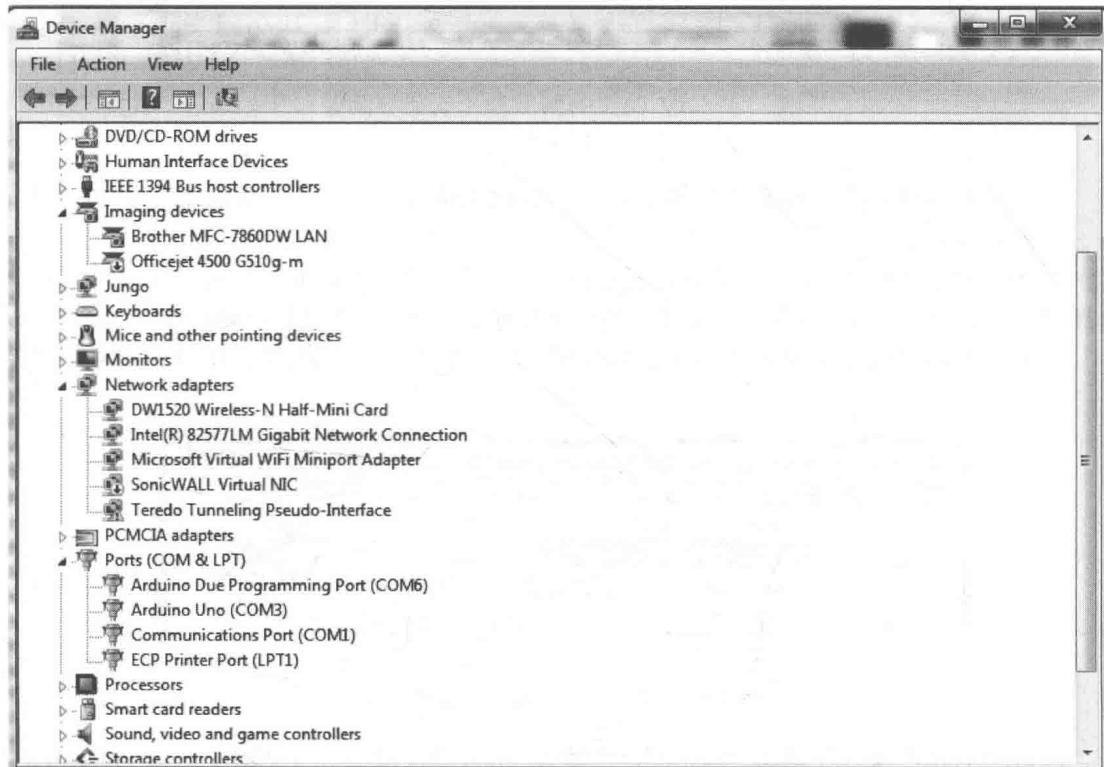
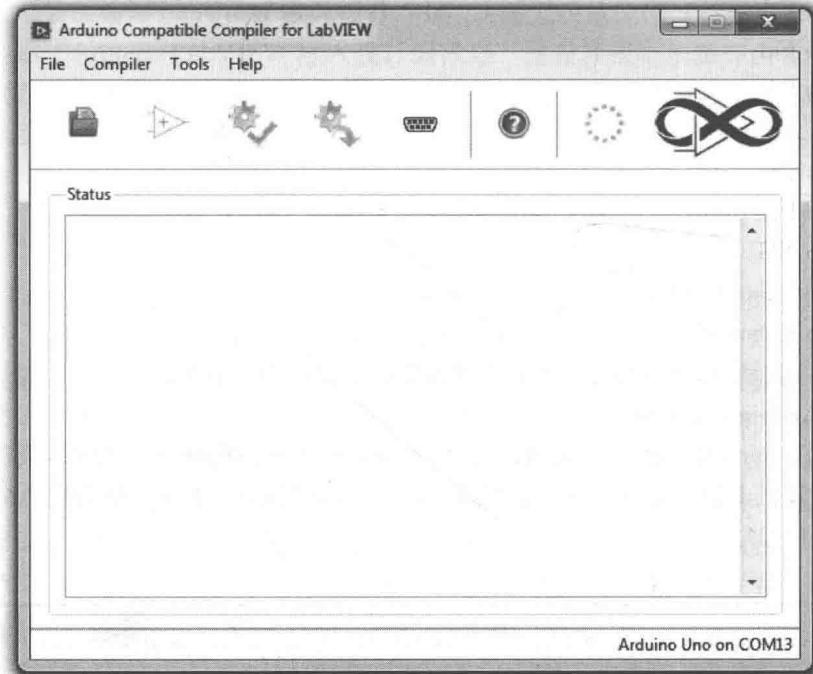

图 1-2 查看 Arduino 硬件板配置
图 1-3 打开编译器界面
1) 打开计算机上的设备管理器，展开端口，如自动安装成功的话，能看到 Arduino 硬件板的型号（见图 1-2）。
2) 查看如图 1-2 所示的“Ports”节点，可看到显示已安装 Arduino 硬件板，代表 Arduino 硬件板已安装到桌面 PC 机上了，在 LabVIEW “工具”菜单中，单击“Arduino Compatible Compiler for LabVIEW”，打开编译器界面（见图 1-3）。